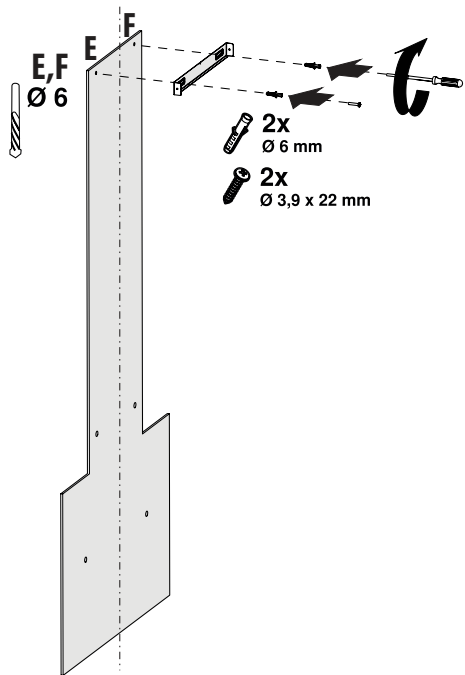

Abb. 8
- Legen Sie das im Zubehör enthaltene Verbindungsblech für den Schacht, unter Berücksichtigung der minimalen und maximalen Abmessungen der Dunstabzugshaube, den dreieckigen Ausschnitt im mittleren Teil des Verbindungsbleches an die Wand, sodass es mit der Mittellinie übereinstimmt (Abb. 8). Markieren Sie die Punkte E und F.
- Bohren Sie die markierten E- und F-Punkte mit einem Ø6 mm Bohrer und setzen Sie Ø6 mm Dübel ein. (Abb. 8).
- Das Verbindungsblech für den Schacht mit den 3,9x22 Schrauben befestigen. (Abb. 8).